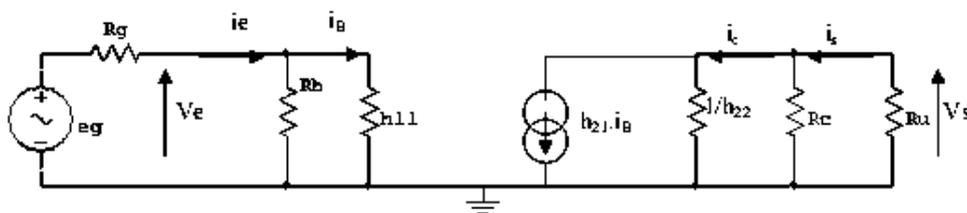

Figure 5.5 : Schéma équivalent du montage amplificateur (EC) en régime dynamique.
Le schéma équivalent dynamique de l'étage (EC) est tracé ci-dessous (Figure 5.5). Les condensateurs sont considérés comme des court-circuits pour les signaux. Il en est de même pour la source d'alimentation E (le potentiel E est lié à la masse par rapport aux signaux).